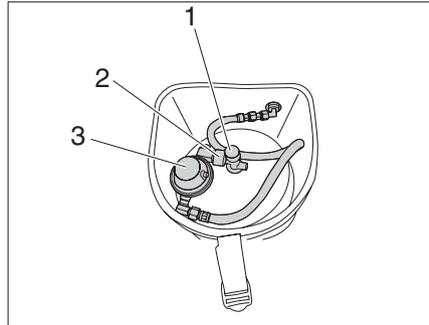

Bild 52 Anschluss Gasflasche
- Ausschließlich spezielle Gasdruckregler (Bild 52,3) mit Sicherheitsventil für den Einsatz in Fahrzeugen verwenden (im Neufahrzeug-Auslieferungszustand enthalten). Andere Gasdruckregler sind nicht zulässig.
- ▶ Haupt-Absperrventil (Bild 52,1) an der Gasflasche schließen. Pfeilrichtung beachten.
- ▶ Gasdruckregler (Bild 52,3) festhalten und Rändelmutter (Bild 52,2) öffnen (Linksgewinde).
- ▶ Gasdruckregler (Bild 52,3) mit Gasschlauch an die Gasflasche ansetzen und Rändelmutter (Bild 52,2) von Hand fest zudrehen (Linksgewinde).